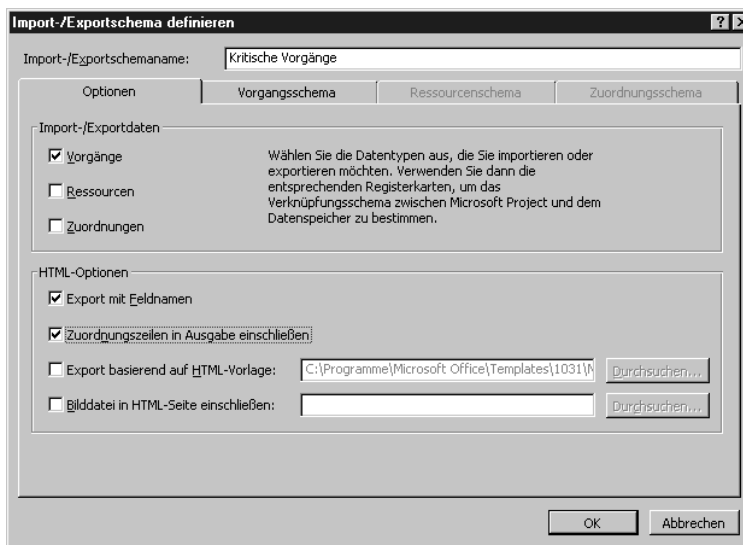

Abbildung 19.14:
4. Überprüfen Sie im Dialogfeld IMPORT/EXPORTSCHEMA DEFINIEREN, ob im Bereich HTML-OPTIONEN die Option ZUORDNUNGSZEILEN IN AUSGABE EINSCHLIESSEN aktiviert ist (siehe Abbildung 19.14).